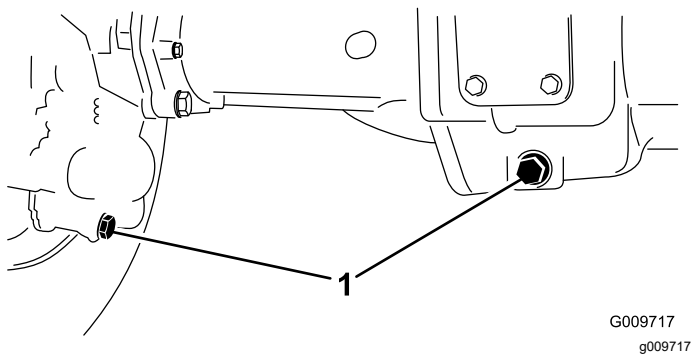

Figura 81
2. Limpie la zona alrededor de los tres tapones de vaciado, uno en cada extremo y uno en el centro (Figura 81).